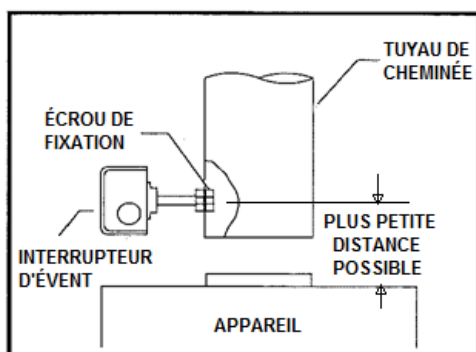

Figure 1- Illustrations tirées du manuel d'instruction (Field Controls)
- 4) Serrer autant que possible l'autre écrou de fixation sur le tuyau. (Figure 1)
- 6) Installer l'écrou de fixation sur le tube au BVSO inséré dans le tuyau d'évent de combustion. Bien serrer l'écrou. (Figure 1)